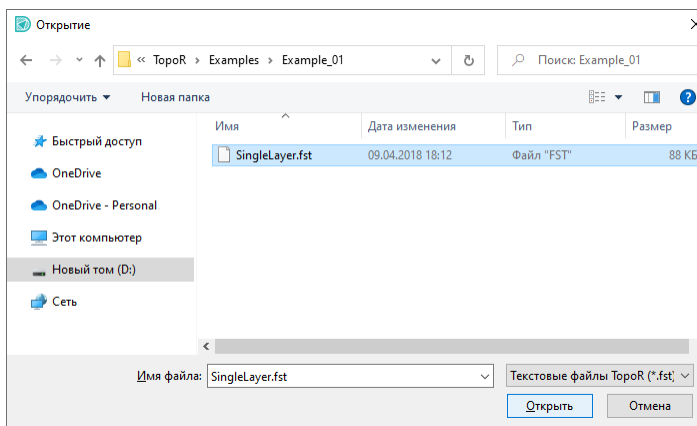

Рис. 67 Выбор файла для импорта в окне проводника
4. В окне проводника выберите файл, см. Рис. 67, и нажмите «Открыть».